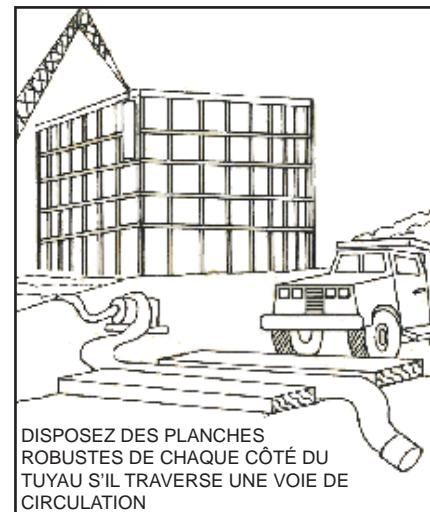

FIGURE 2
D. Si des tuyaux flexibles doivent traverser une voie routière, ils doivent être protégés par des planches. La chute instantanée de pression lors du passage d'un véhicule sur une conduite son protégée provoquera un « choc hydraulique ». Ce choc risque d'endommager la pompe et la conduite. Voir figure 2.